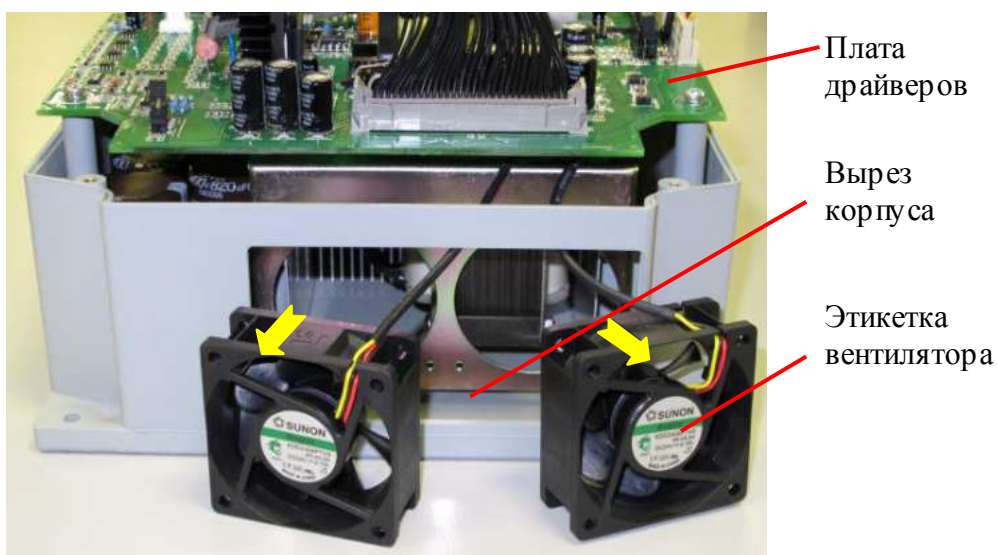
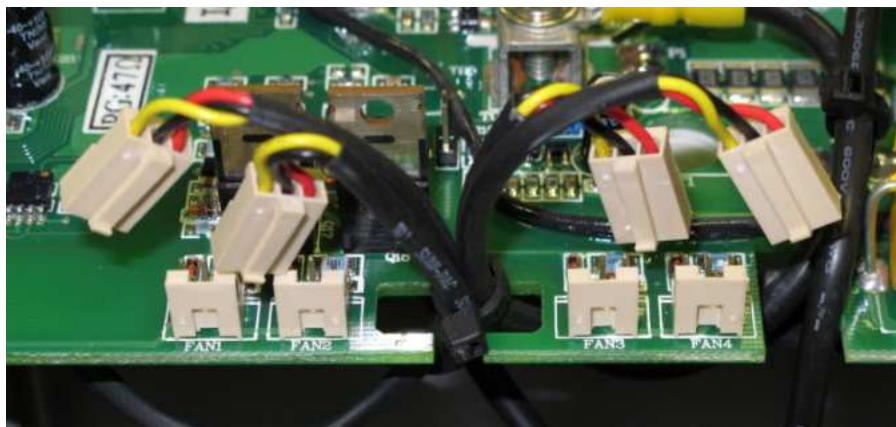
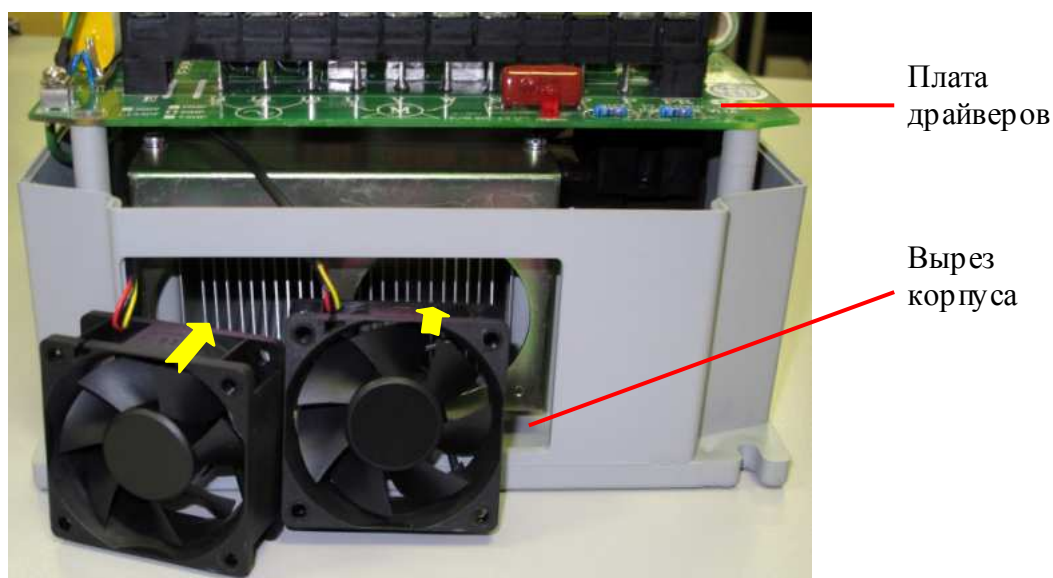

Рис. 7.11
Рис. 7.12
Рис. 7.13
7.5.2. Для установки верхнего вентилятора расположить его маркировочной этикеткой от ПЧ (стрелка на корпусе вентилятора, показывающая направление воздушного потока, должна быть направлена от ПЧ и совпадать по направлению со стрелкой на рис. 7.11). Продеть провод в вырез корпуса и протянуть его под платой драйверов, одновременно направляя вентилятор в отверстие корпуса (рис. 7.11). Разъем вентилятора подключить к разъему FAN1 или FAN2 плате драйверов (рис. 7.12). Разъемы FAN1 и FAN2 функционально равнозначны.
- 7.5.5. Для установки нижнего вентилятора расположить его маркировочной этикеткой в сторону ПЧ (стрелка на корпусе вентилятора, показывающая направление воздушного потока, должна быть направлена в сторону ПЧ и совпадать по направлению со стрелкой на рис. 7.13). Продеть провод в вырез корпуса и протянуть его под платой драйверов, одновременно направляя вентилятор в отверстие корпуса (рис. 7.13). Разъем вентилятора подключить к разъему FAN3 или FAN4 плате драйверов (рис. 7.12). Разъемы FAN3 и FAN4 функционально равнозначны.